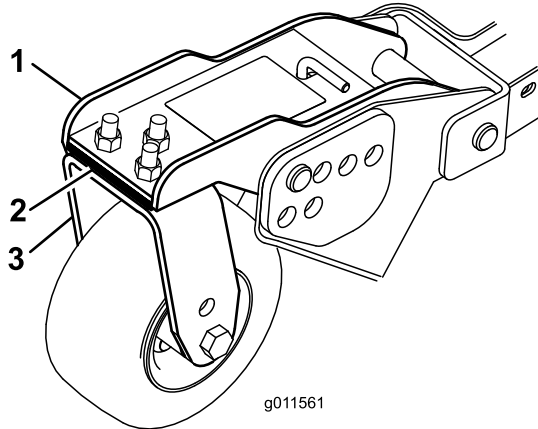

Figura 82
1. Retire los tornillos de caperuza y las tuercas que fijan el brazo de las ruedas giratorias a la horquilla de la rueda (Figura 82).